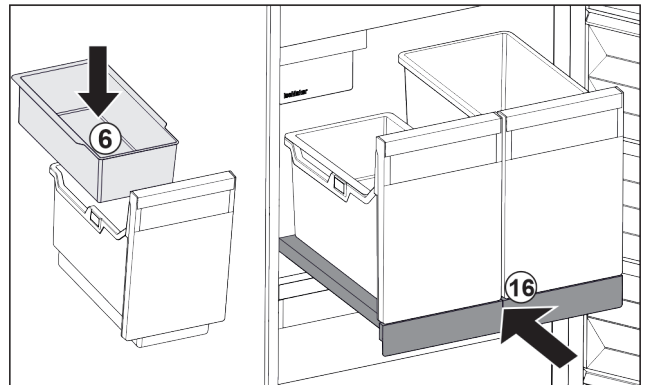

Fig. 40
- ▶ Colocar la bandeja suspendida *Fig. 40 (6)* para cubitos de hielo.
- ▶ Introducir el estante extraíble con recipiente (IceTower). *Fig. 40 (16)*